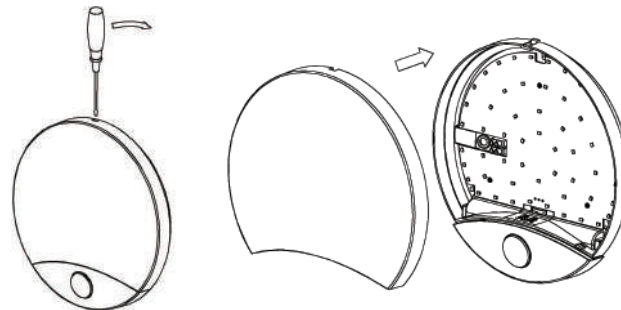

FIG. 1
- Lirioj vidhos dhe lirim mbuluar. /Figure 1/